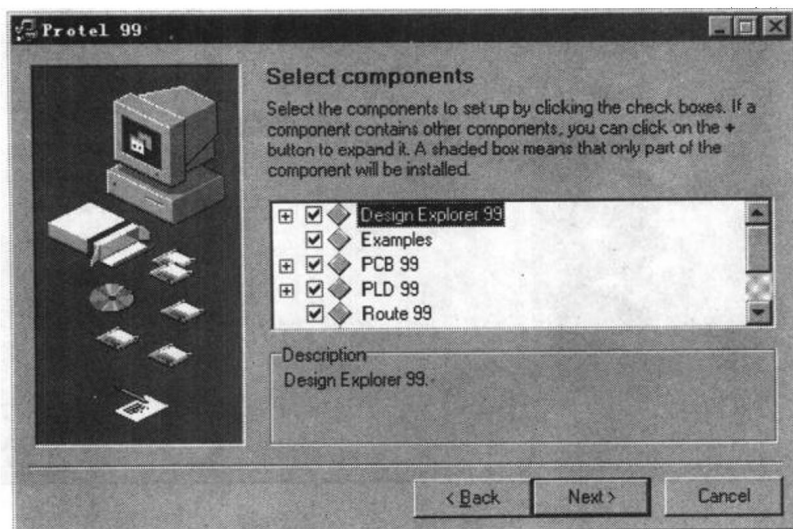

图 1.4 选择安装组件对话框
(4) 单击  按钮，系统弹出选择安装组件对话框，如图 1.4 所示。其中安装组包括系统基本组件【Design Explorer 99】、示例组件【Examples】、印制板设计【PCB